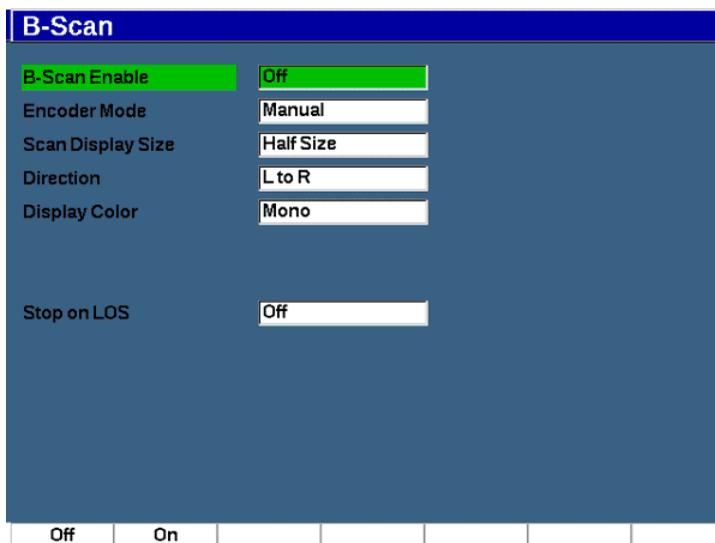

Рис. 11-45 Страница настройки В-скан
3. На странице настройки **B-Scan** задайте значение для каждого поля (см. Рис. 11-45 на стр 306).